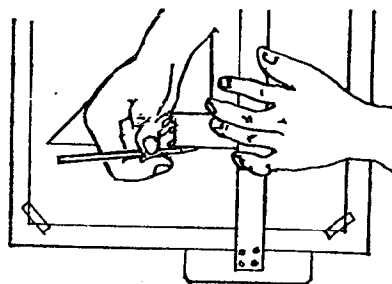
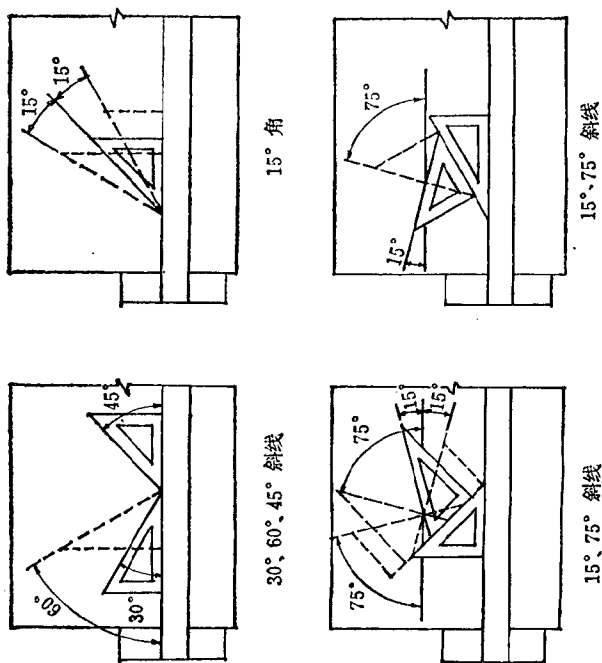
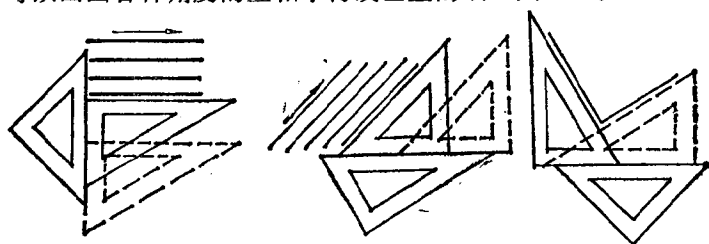

图 2 三角板用法
图 3 丁字尺和三角板配合使用
图4 用三角板画各种角度的平行线和垂直线
(2) 三角板 三角板主要是用来画垂直线的(图2), 有 45° 和 60° 两种。和丁字尺配合使用可画出 15° 、 30° 、 45° 、 60° 、 70° 的斜线(图3)。如果用两个三角板配合使用时, 可以画出各种角度的互相平行或垂直的线(图4)。